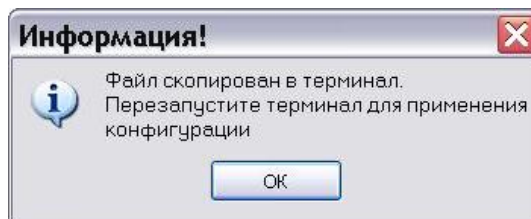

Рисунок 6.6 – Замена конфигурации терминала
6.3.4 По окончании копирования отображается информационное окно **Файл скопирован в терминал. Перезапустите терминал для применения конфигурации** (см. рисунок 6.6).